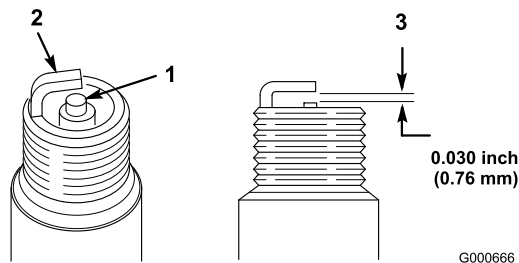

Figura 28
1. Controllate il centro della candela (Figura 28). Se l'isolatore è marrone chiaro o grigio, il motore funziona correttamente. Una patina nera sull'isolatore significa in genere che il filtro dell'aria è sporco.
2. Verificate la distanza tra gli elettrodi centrale e laterale (Figura 28) e se non è esatta piegate l'elettrodo laterale.